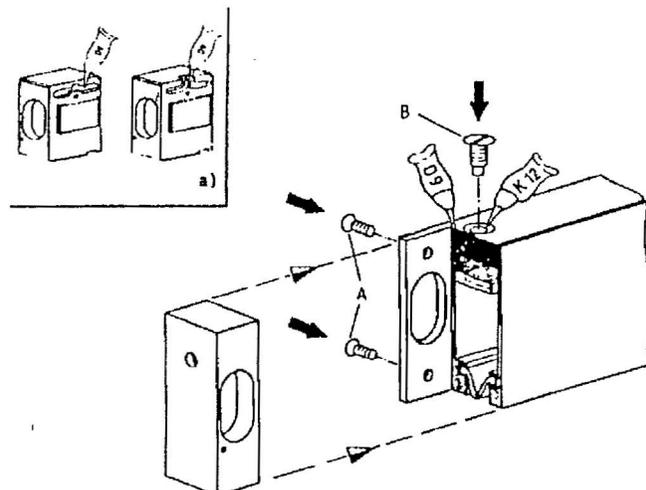

Fig. 19
- 4.6 Sistemare il terminale I, tolto al punto 4.2.2, dopo averlo spalmato di sigillante FD-Plast (D9) N.id. 202 272 02, sull'estremità del corpo riga e bloccarlo tramite le viti "A" (fig. 19).